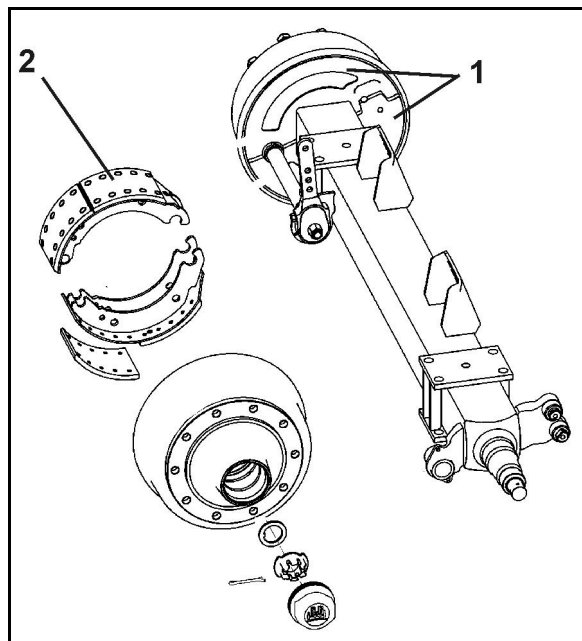

Fig. 136
1. Skru begge afdækningsplader (Fig. 136/1) af på den indvendige side af bremsetromlen.
Indtrængt snavs kan sætte sig på bremsebelægningen (Fig. 136/2) og derved reducere bremseydelsen markant.